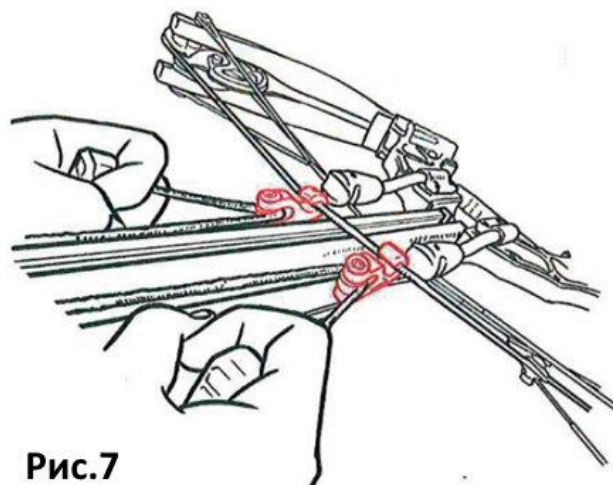

Рис.7
4. Закрепите крюки на тетиве с двух сторон от направляющей так, чтобы крючки смотрели вверх (Рис.7).